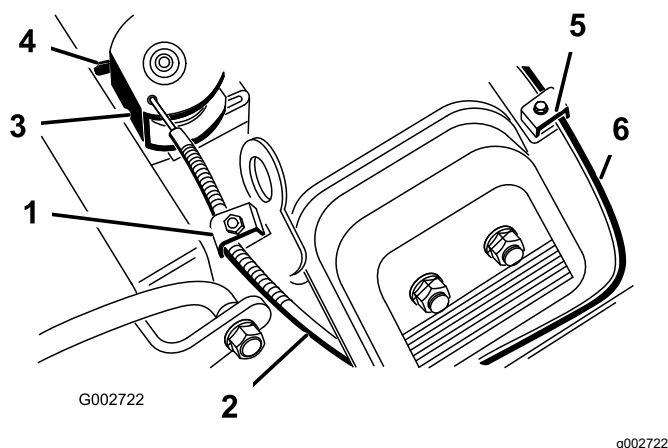

Рисунок 38
2. Ослабьте винт зажима тросика дроссельной заслонки, который крепит тросик к двигателю (Рисунок 38).
4. Сильно потяните за тросик дроссельной заслонки, чтобы задняя часть шарнира коснулась упора (Рисунок 38).
2. Ослабьте винт зажима тросика воздушной заслонки, который крепит тросик к двигателю (Рисунок 38).
4. Сильно потяните за тросик воздушной заслонки (Рисунок 38), чтобы ее дроссель полностью закрылся; затем затяните винт зажима тросика.